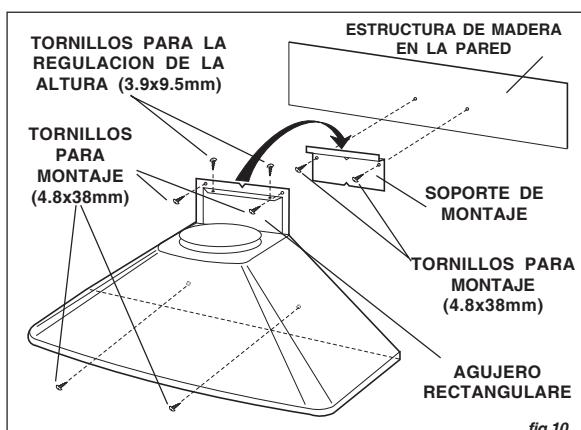

*fig.9*
10. Asegure el pleno de recirculación en la salida de humos superior con (4) tornillos de cabeza plana. Fig.9